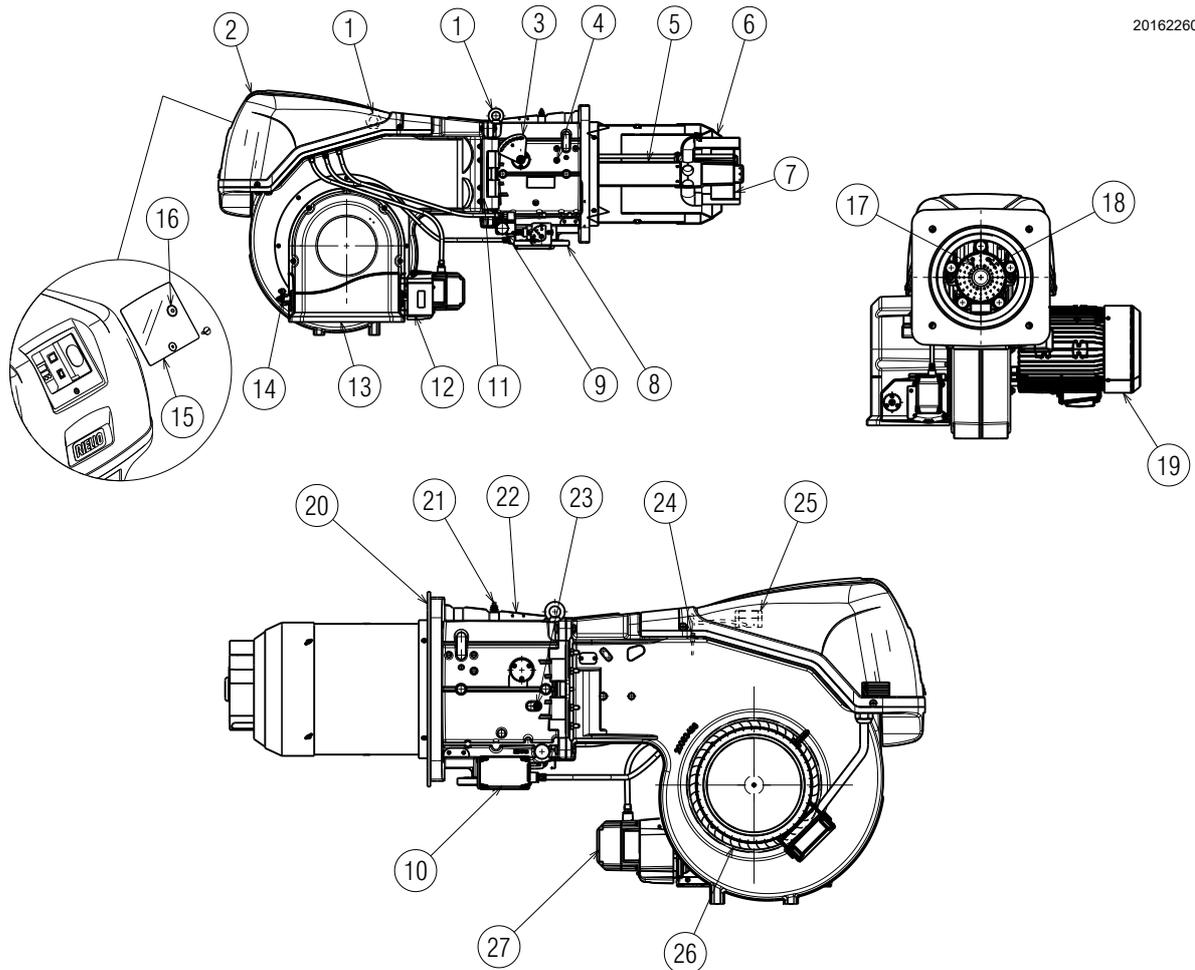

Fig. 4
(1) Conditions de référence: Température ambiante 20° C - Température de gaz 15° C - Pression barométrique 1013 mbar - Altitude 0 m s.n.m.
(2) Pression à la prise 21)(Fig. 4 à la page 11) avec pression zéro dans la chambre de combustion et à la puissance maximale du brûleur.
(3) Pression sonore mesurée dans le laboratoire de combustion du fabricant, avec le brûleur fonctionnant dans la chaudière d'essai, à la puissance maximale.